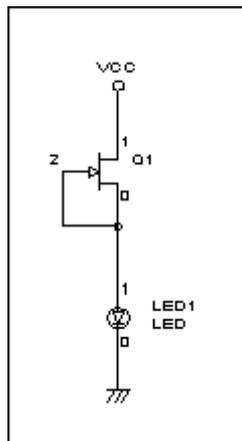

図8
- 図8は、定電流回路です。FETを使っています。市販の定電流ダイオードも同じ特性です。
- 図8の回路は、もう少し電流を落とせば、印加電圧が20V位まで定電流で使えます。